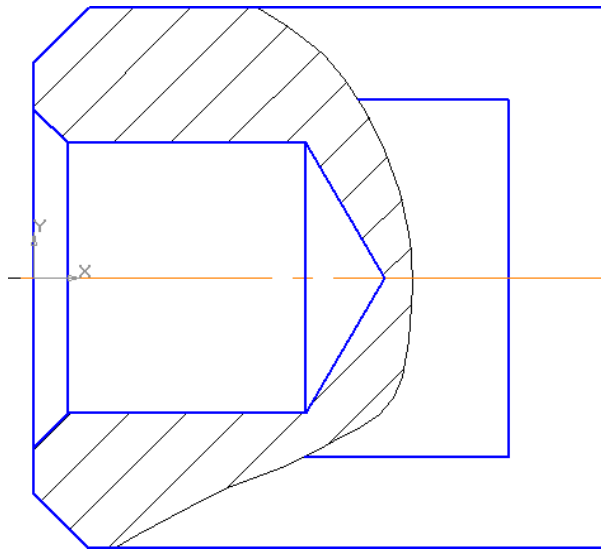

Рис. 14
9. Сделайте активным **Вид 1** кнопкой **Состояние видов** на Панели текущего состояния и постройте линии, определяющие лыску на главном виде, рис. 14.